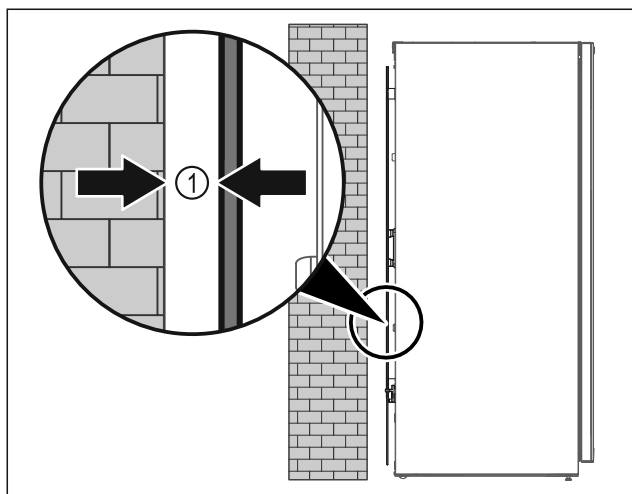

Fig. 4
- Instalar el electrodoméstico en medio de una sala o directamente arrimado a una pared con una distancia mínima de 5 mm Fig. 4 (1).